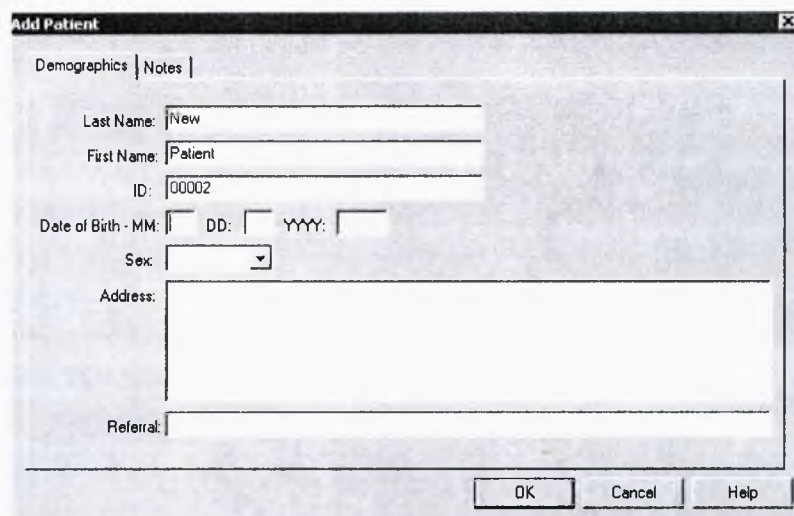

Figure 8.2 – Add Patient (Добавление пациента), окно Demographics (Демографические данные)
1. Выберите кнопку **New Patient** (Новый пациент), находящуюся под списком пациентов. Откроется окно **Add Patient** (Добавление пациента) (Рисунок 8.2).